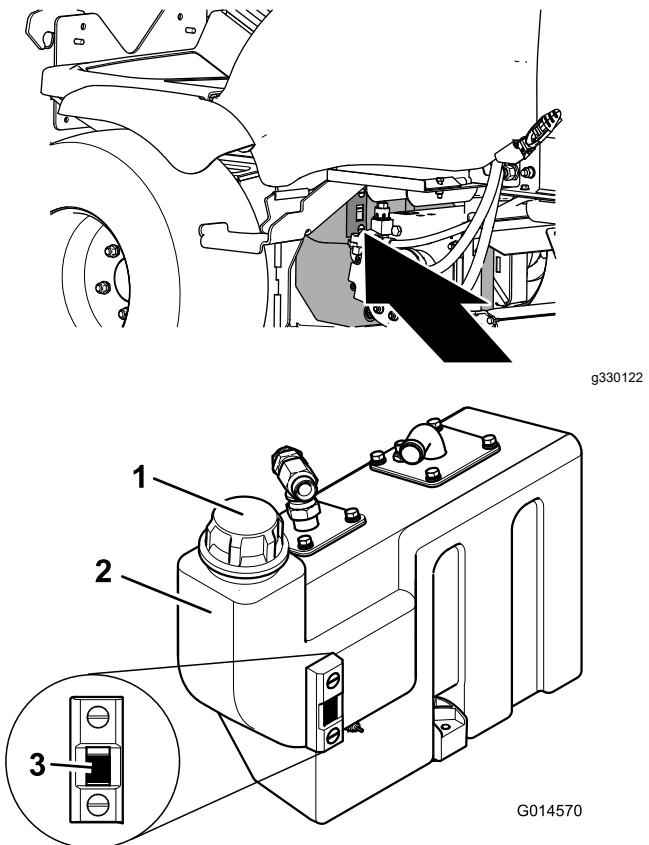

Figura 70
- Pulite attorno al collo del bocchettone e del tappo del serbatoio idraulico (Figura 70).